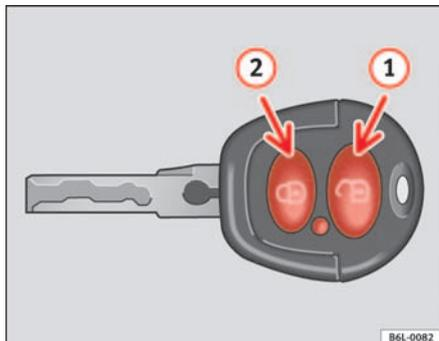
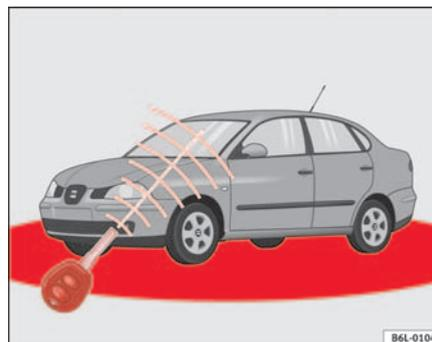

Abb. 48 Tastenbelegung
Abb. 49 Wirkungs-
Die Abbildung zeigt den Wirkungsbereich (rote Bereiche) => Abb. 49 der Funk-Fernbedienung. Die maximale Reichweite ist abhängig von verschiedenen Faktoren.
Richten Sie die Funk-Fernbedienung zum **Entriegeln** innerhalb des Wirkungsbereichs auf das Fahrzeug und betätigen Sie kurzzeitig die Entriegelungstaste  ⇒ Seite 83, Abb. 48 . Die Blinker blinken zweimal auf. Zum **Verriegeln** des Fahrzeugs drücken Sie kurzzeitig die Taste  ⇒ Seite 83, Abb. 48 . Die Blinker blinken einmal auf.
Bei **zweimaligem** Betätigen der Schließstaste  ⇒ Seite 83, Abb. 48  deaktivieren Sie Ihre SAFE-Sicherung (doppelte Verriegelung) und die Innenraumüberwachung*. Die externe Warnanlage* bleibt aktiviert, die Kontrollleuchte leuchtet weiter.
Bei einmaligem Drücken der Taste  ⇒ Seite 83, Abb. 48 , wird nur die Fahrertür geöffnet. Alle anderen Türen bleiben verriegelt.
Bei zweimaligem Drücken der Taste  ⇒ Seite 83, Abb. 48  werden alle Türen entriegelt.
- Die Funk-Fernbedienung funktioniert nur, wenn Sie sich im Wirkungsbereich befinden ⇒ Seite 83, Abb. 49 (rote Fläche).
- Verwenden Sie die beiden Schlüssel, die mit dem Fahrzeug ausgehändigt werden, den Funkschlüssel und den normalen Schlüssel ⇒ Seite 83, Abb. 48 ⇒ Seite 83, Abb. 49.